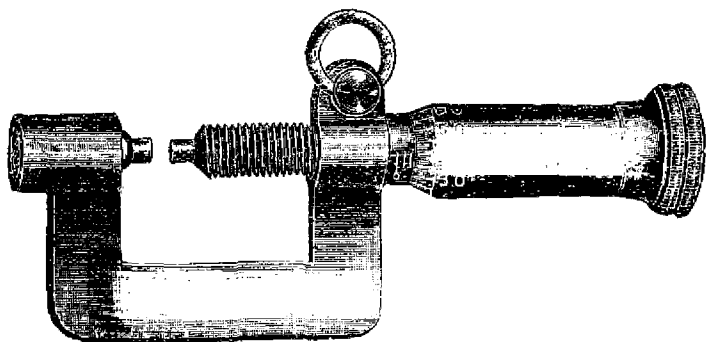

Рис. 67. Винтовой микрометр.
**Винтовой микрометр.**1 Этот важный измерительный прибор (рис. 67) основан на применении точного винта с мелким и постоянным шагом. Измеряемый предмет зажимается между неподвижным упором и концом микрометрического винта. Целые миллиметры, т. е. некоторое число целых оборотов винта, отсчитывают по шкале, нанесенной на неподвижной гайке винта, а сотые доли миллиметра — по разделенной головке винта. В зависимости от шага винта головка бывает разделена на 100 частей (при шаге в 1 мм) или на 50 частей (при шаге 0,5 мм). Обычно имеется приспособление для регулировки неподвижного упора микрометра, так как при винте, завинченном до соприкосновения с упором, правильный микрометр должен показать отсчет 0,00 мм.